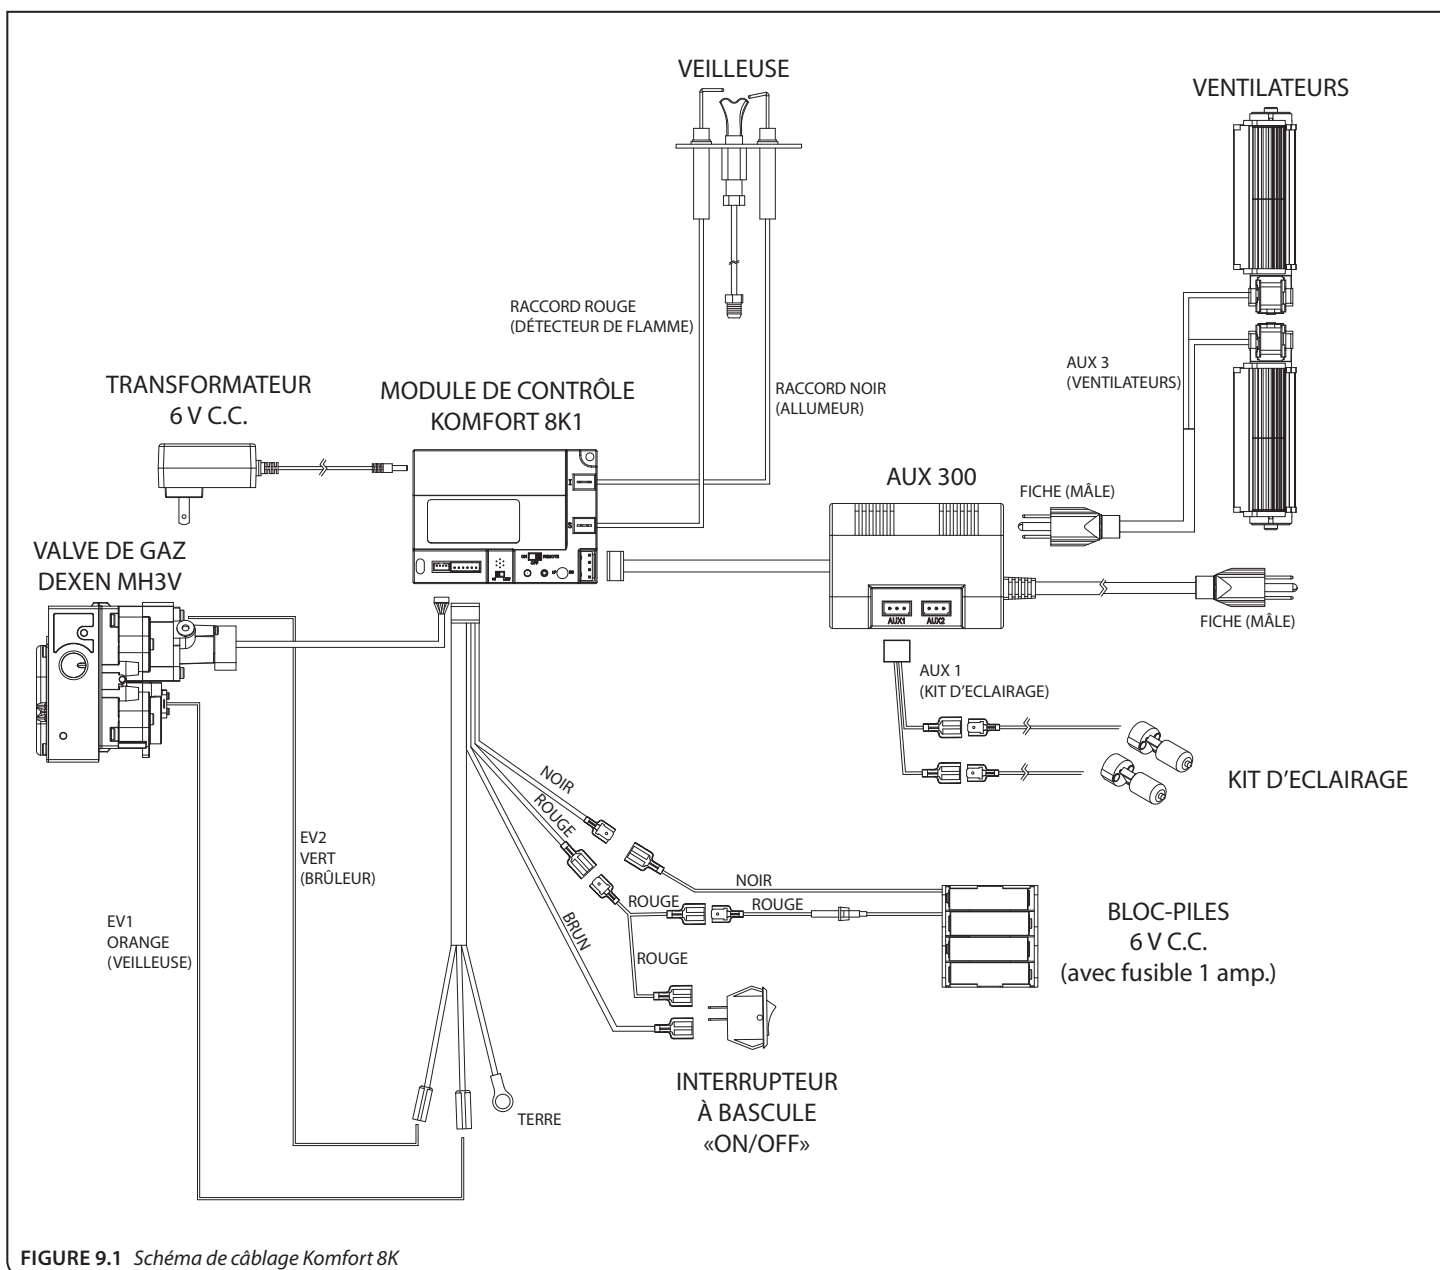

FIGURE 9.1 Schéma de câblage Komfort 8K
Le schéma de câblage de cet appareil se trouve à la FIGURE 9.1 (voir ci-dessous).
3. Installez (3) piles AAA (incluses dans le paquet de pièces) dans le logement à piles de la télécommande.
5. Connectez le ventilateur au module de contrôle AUX 300 (FIGURE 9.1, page 43).